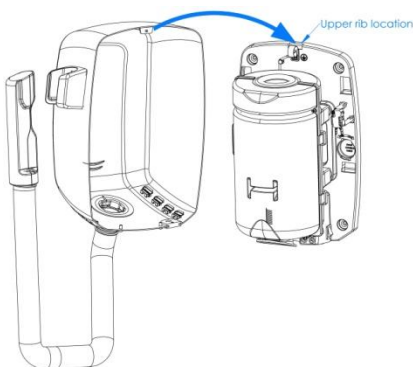

Abb.9
- Befestigen Sie das Gehäuse vorsichtig wieder am Sockel. Heben Sie es von oben nach unten, leicht diagonal zum Sockel, so daß die Lasche des Gehäuses sich korrekt in die dafür vorgesehene Öffnung einfügt. (Abb. 9 und 10)